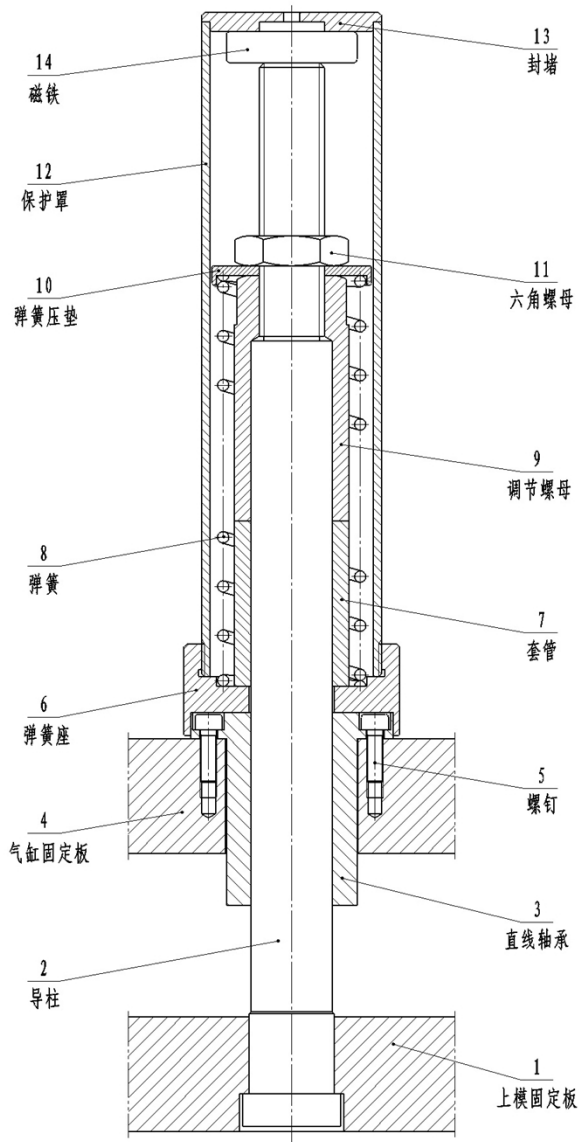

图 7
将机器就位，随后接通气源，并将图 7 中的保护罩、磁铁、六角螺母、弹簧压垫、弹簧、调节螺母和套管全部取下。（注：新机型增加磁铁，防止断气停机后，上模在重力作用下滑落，导致缸内液压油吸入空气）
1.9 按照图 7，放上弹簧和弹簧压垫，并将弹簧预紧，装上六角螺母并拧紧，装上磁铁。这个过程不要改变前边已经调节好的调节螺母的高度。最后，在弹簧上抹些润滑脂，装上保护罩，既为弹簧提供导向和润滑，又提供安全防护。机器安装调试完毕。
补充：在运输过程中，由于车辆颠簸，上模固定板和导柱在重力作用下，向下运动，拉动气缸活塞杆伸出，使缸内吸入空气，导致气缸工作异常。图 7 中的套管的作用就是避免上述情况的出现。（由于装套管限位，机器使用前必须取出，调试麻烦。最新出厂的机器，常用木块顶住卡头或者上模板，作用与套管相同。）